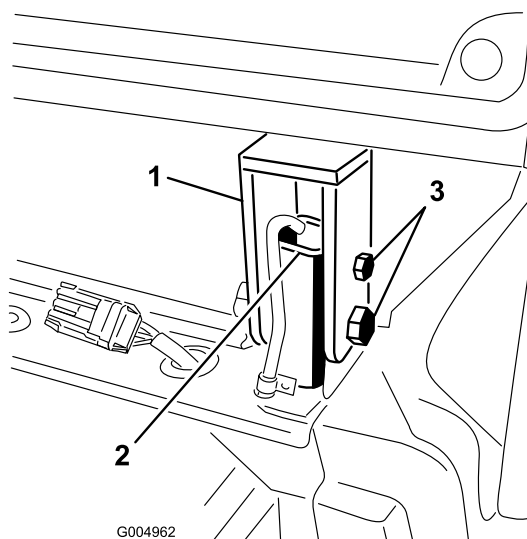

Figure 119
29. Serrez les boulons et écrous pour fixer les supports arrière de la cabine aux montants du système ROPS (Figure 119). Ajustez le cric si les boulons coincent et sont difficiles à retirer.